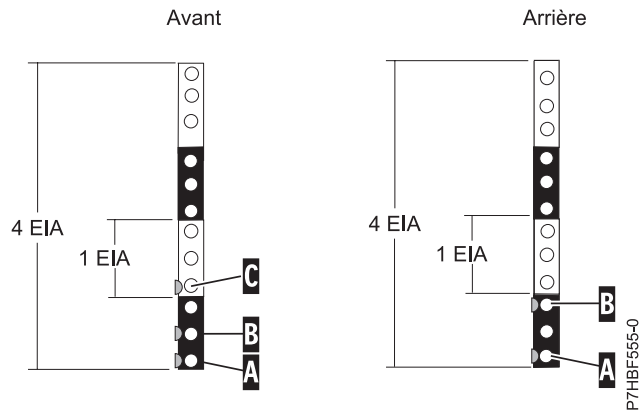

Figure 2. Marquage des trous sur l'avant et sur l'arrière du cadre de l'armoire
2. En commençant par le trou identifié par la marque **A**, comptez un trou et placez une deuxième marque **B**. Marquez l'armoire de sorte que la marque soit visible de l'arrière de l'armoire, comme illustré à la figure 2.
3. En commençant par le trou identifié par la marque **B**, comptez deux trous et placez la troisième marque **C**, comme illustré à la figure 2.
7. En commençant par le trou identifié par la marque **A**, comptez deux trous et placez une deuxième marque **B**, comme illustré dans la figure 2.